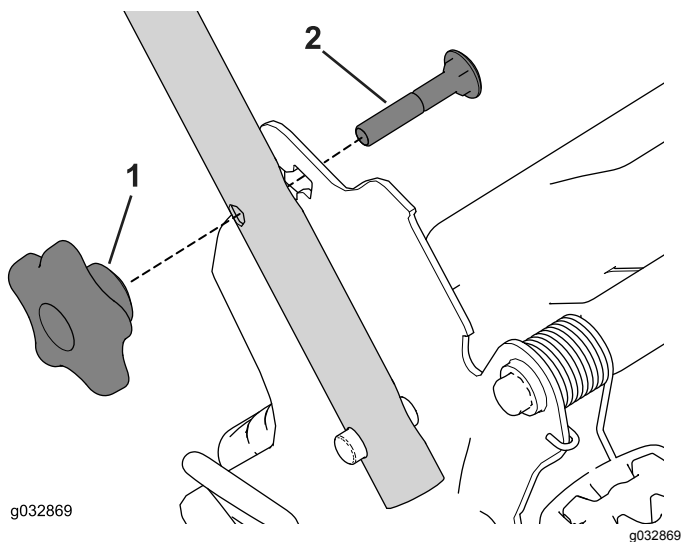

Figura 6
4. Insira um parafuso de carroçaria (com a cabeça do parafuso voltada para dentro) no orifício quadrado superior ou inferior no suporte do manípulo e o orifício superior na extremidade do manípulo (Figura 6).